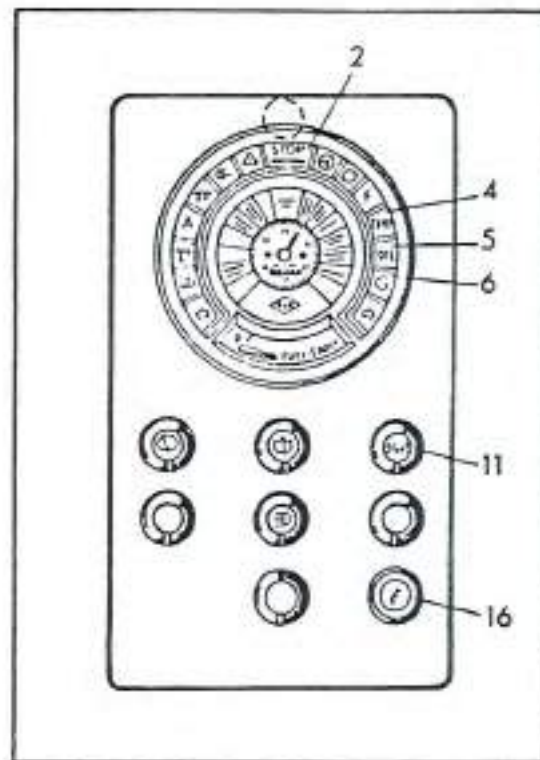

Fig. 2
2. Accionar el interruptor de tracción para apagar el motor 63 (Fig. 1) hasta que el motor quede detenido. Después de haberse parado el motor tiene que encenderse de nuevo la lámpara indicadora de la presión del aceite 5 y la indicadora de carga 6 (Fig. 2).
3. Girar la llave en el interruptor 16 (Fig. 2) hacia la izquierda y quitar dicha llave. Las lámparas indicadoras tienen que haberse apagado.
Al encenderse la lámpara indicadora 2/4 (Fig. 2), durante el servicio, apagar inmediatamente el motor.
De encenderse de continuo la lámpara indicadora de la presión del aceite del motor 5 (Fig. 2), apagar inmediatamente el motor.
El que la lámpara indicadora de la presión del aceite del motor 5 (Fig. 2) se encienda brevemente durante la marcha en vacío a régimen bajo, es permisible si es que al aumentarse el régimen se vuelve a apagar dicha lámpara indicadora.